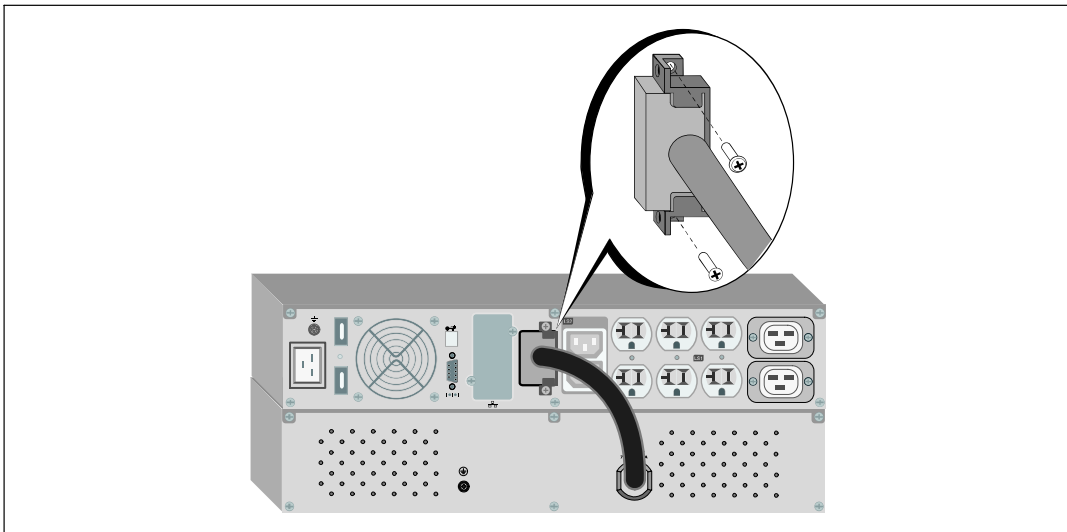

Рис. 28. МВБ Установка только для моделей ИБП 1920-2700 Вт
- 3 Подсоедините кабель МВБ к разъему батарей ИБП (см. Рис. 28).